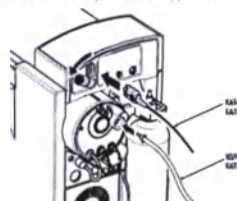

Рис. 21
- Свободной рукой откройте защитную шторку, расположенную на задней панели помпы, сдвинув ее влево, чтобы открыть вход датчика помпы внутриартериального баллона. Оставьте дверцу-шторку открытой вплоть до выполнения подключения (см. рис. 21).
- Вставьте разъем оптического датчика во входной разъем датчика помпы внутриартериального баллона. Разъем должен быть вставлен до щелчка. НЕ касайтесь открытого конца кабеля оптического датчика (см. рис. 21).